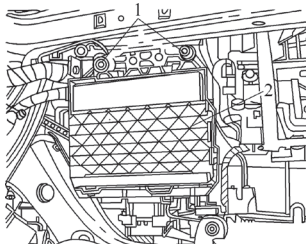

图 5-29 从装配支架上取下舒适系统控制单元
2) 如图 5-29 所示, 旋出螺母 1, 从装配支架上取下舒适系统控制单元 J393。